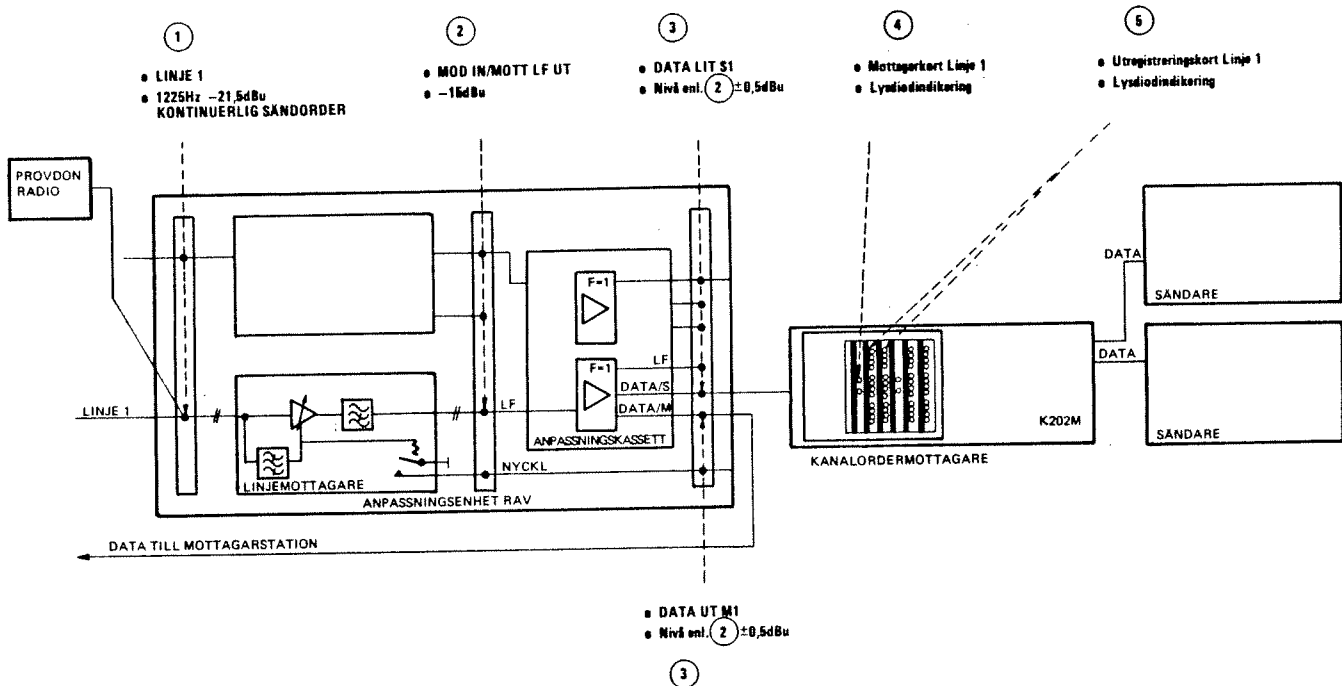

Bild 4
- Anslut provdon RADIO till vald linjetonmottagares stift LINJE ①, bild 4, i anpassningsenhet RAV stiftfält. Ställ provdonets impedanskopplare i läge 300 ohm. Anslut URI-metern till linjetonmottagarens utgång MOD IN/MOTT LF UT ②. Anslut en URI-meter till anpassningskassetts utgång DATA UTM ③ för vald linje.
- Ställ provdonets två funktionsomkopplare 1225 Hz i lägena TILL respektive -21,5 dBu. Ställ provdonets funktionsomkopplare DATA SÄND i läge KONTINUERLIG SÄNDORDER. Kontrollera att -15 dBu (± 1 dB) erhålls på URI-metern vid mätning i utgången ② . Avläs nivån exakt. Kontrollera att den vid utgången ② uppmätta nivån, $\pm 0,5$ dB, erhålls på URI-metern vid mätning i utgången ③ .
- Kontrollera lysdioderna på kanalordermottagarens mottagarkort för vald linje ④ . Lysdioden DATA skall blinka kontinuerligt medan lysdioden FEL skall vara släckt.
- Ställ provdonets vippomkopplare DATA 1 - 24 i läge 0 och kontrollera att samtliga lysdioder på kanalordermottagarens båda utregisterkort för vald linje ⑤ är släckta.